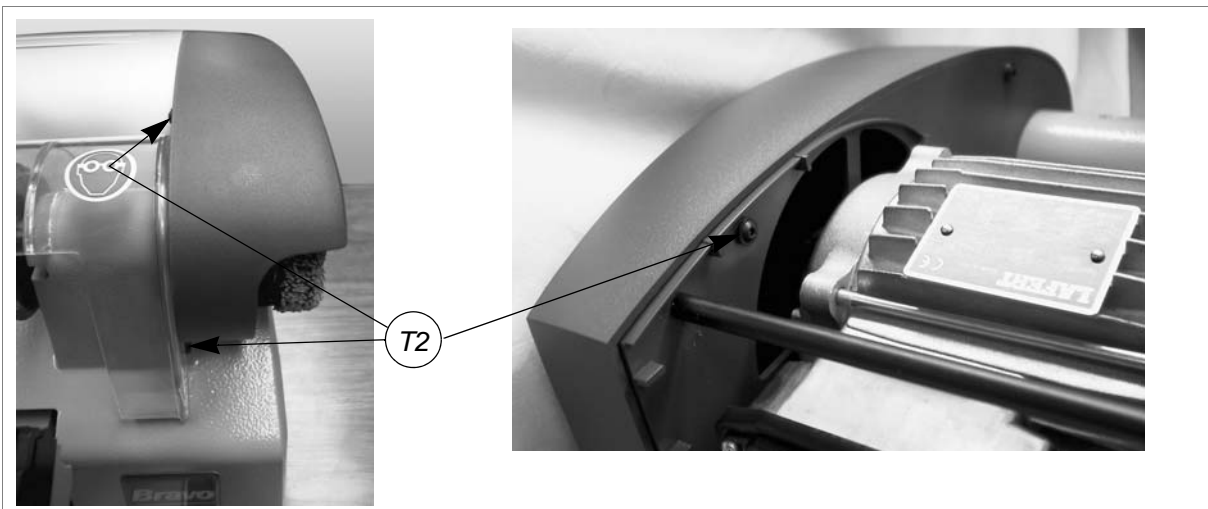

Fig. 30
- 4) Destornillar los 3 tornillos (T2) (fig.30) del cárter correa sacándolo (extrayéndolo hacia el lado frontal de la máquina).
- 4) Destornillar los 3 tornillos (T2) (fig. 30, pág. 24) del cárter correa sacándolo (extrayéndolo hacia el lado frontal de la máquina).
- 6) Colocar el cárter correa fijándolo con los 3 tornillos (T2) (fig. 30, pág. 24).
- 7) Destornillar los 3 tornillos (T2) (fig. 30, pág. 24) del cárter correa sacándolo (extrayéndolo hacia el lado frontal de la máquina).
- 16) Colocar el cárter correa fijándolo con los 3 tornillos (T2) (fig. 30, pág. 24).